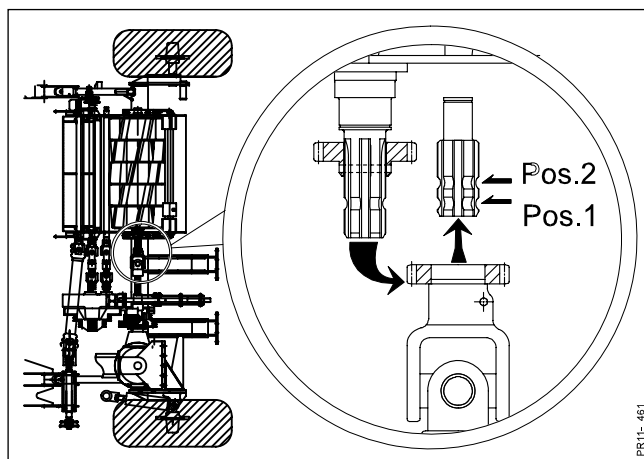

Fig. 4-15
- Fig. 4-15** L'arbre de prise de force doit être fixé en **position 2** pour que le rotor tourne en sens inverse.